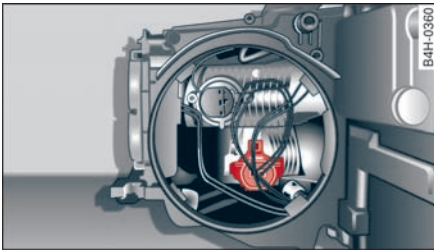

图 272 大灯：转向灯的插头
- ▶ 逆时针方向将插头连同灯泡 ⇨ 图 272 从固定座内旋转出来并将其从反射颈中取出。